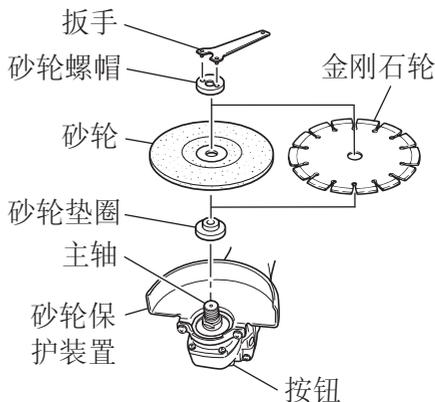

图 8
砂轮的组装与分解（图 8）
1. 组装（图 8）
如图 8 所示，用附带的扳手拧紧砂轮螺帽。